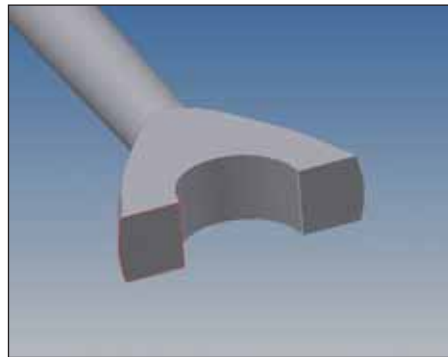

Рис. 27
37. Выбрать в качестве плоскости эскиза указанную на рис. 27 поверхность.